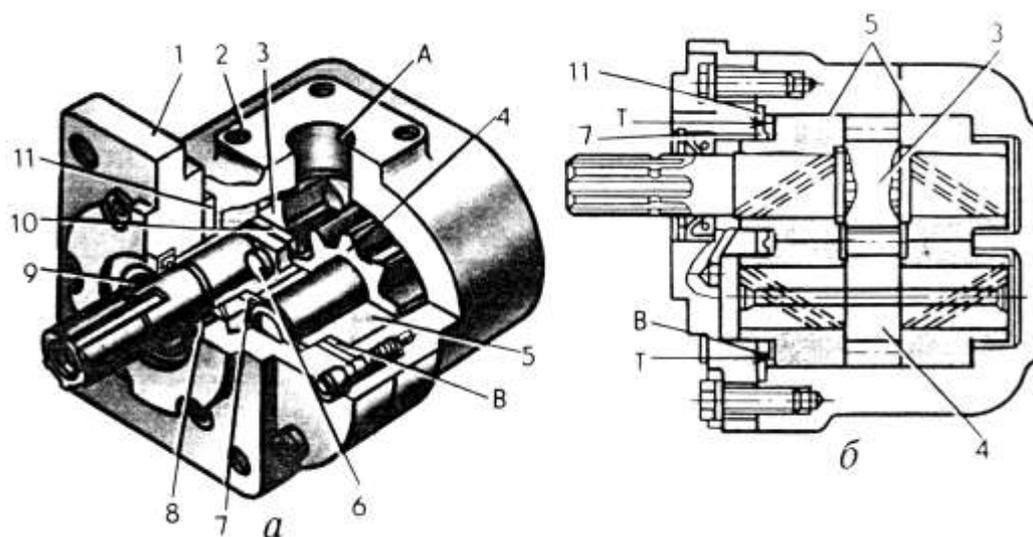

Рис. 36. Шестерённый насос типа НШ-У
3. Разберите гидронасос НШ-У (рис. 36).